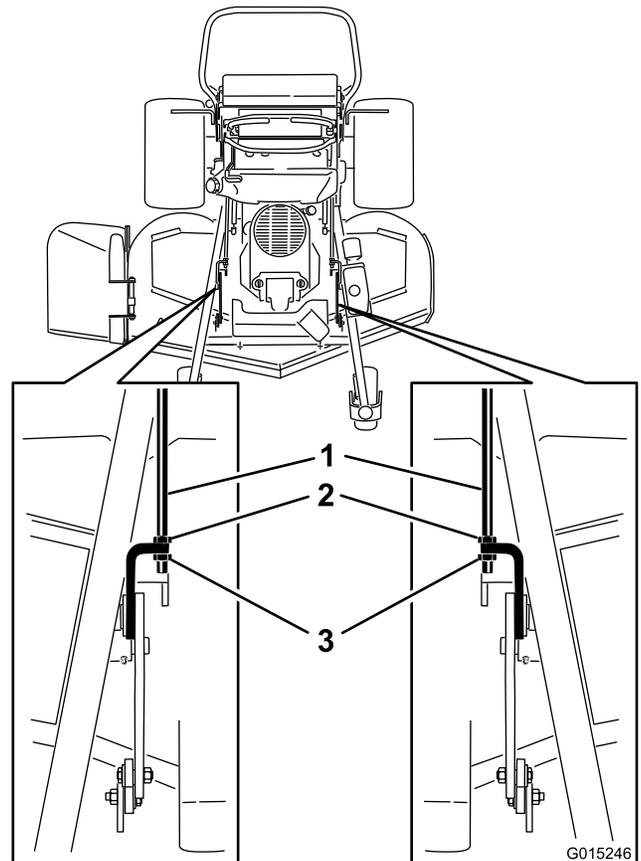

Figura 90
2. Para carcasas de corte de 48 y 52 pulgadas (122 y 132 cm), afloje las tuercas delanteras y traseras de las varillas de ajuste (Figura 90).
4. El peso de la carcasa del cortacésped debe descansar sobre los tres listones de madera (Figura 90). El reborde trasero de la carcasa del cortacésped está diseñada para estar 6 mm (1/4 pulgada) más bajo que el reborde delantero de la carcasa.
8. Si las dimensiones no son correctas, ajuste las tuercas delanteras y traseras en cada lado hasta obtener la inclinación longitudinal correcta (Figura 90).